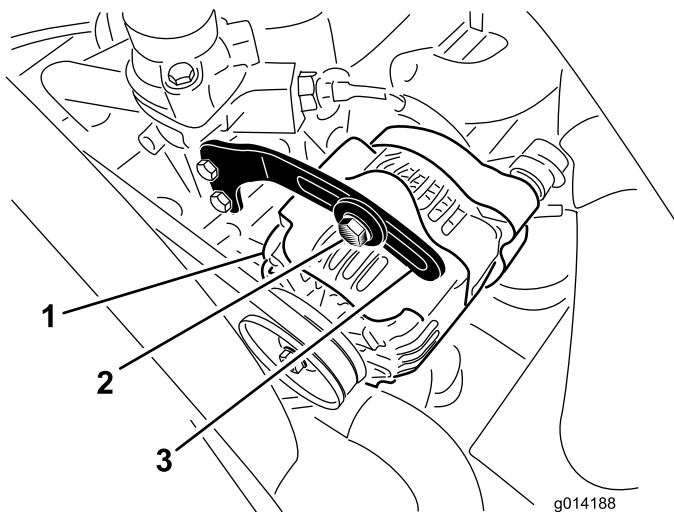

Figura 37
2. Controllate la tensione della cinghia dell'alternatore premendola (Figura 37) al centro tra l'alternatore e le pulegge dell'albero a gomito con una forza di 10 kg.
3. Allentate il bullone che fissa il supporto all'alternatore (Figura 37) e il bullone di rotazione dell'alternatore.